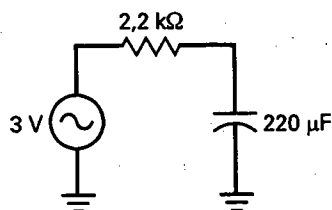

Figura 9-23
- 9-4. En la Figura 9-23, ¿cuál es la frecuencia más baja para la cual existe un buen desacoplamiento?
- 9-5. Si la resistencia en serie se cambia a $10\text{ k}\Omega$ en la Figura 9-23, ¿cuál es la frecuencia más baja para un buen desacoplamiento?
- 9-6. Si el condensador se cambia a $1.000\text{ }\mu\text{F}$ en la Figura 9-23, ¿cuál es la frecuencia más baja para un buen desacoplamiento?
- 9-22. Suponga que está en el laboratorio probando el circuito de la Figura 9-23. A medida que aumenta la frecuencia del generador la tensión en el nudo A disminuye hasta que ya no es posible medirla. Si continúa aumentando la frecuencia por encima de los 10 MHz, la tensión en el nudo A empieza a aumentar. ¿Puede explicar qué es lo que sucede?